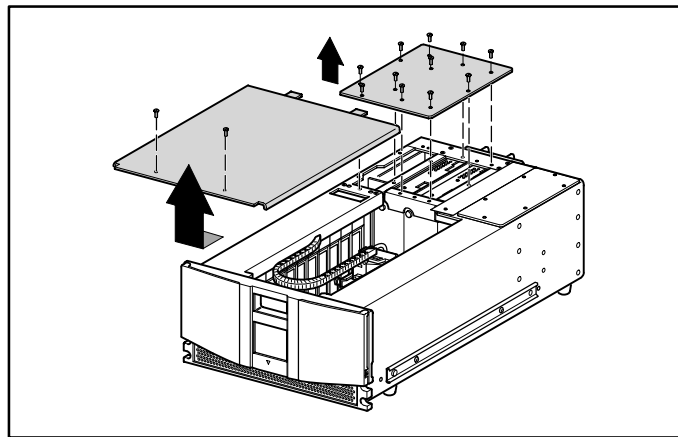

図2: カバーの取り外し
5. フロントメイン カバーを取り外しします(ネジは2本)。図2を参照してください。